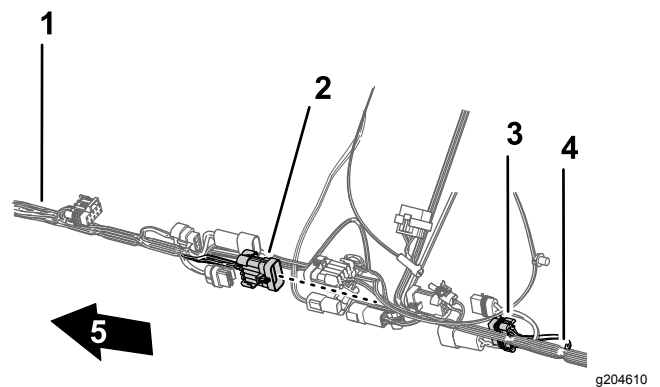

図 91
6. 前方ハーネスのスプレーヤ用ハーネスインターコネクタの10ピンコネクタを、後方ハーネスのスプレーヤ用ハーネスインターコネクタの10ソケットコネクタに接続する 図 91。